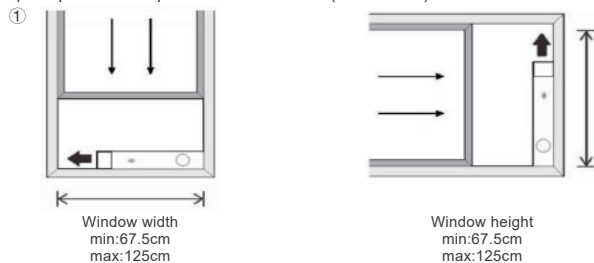

Fig. 6
El sistema de instalación de la ventana generalmente se realiza en orientación "horizontal" o "vertical". Como se muestra en las Fig. 6 y 7, antes de la instalación, verifique el tamaño mínimo y máximo de la ventana.
1. Instale el kit de ventana en la ventana (Fig. 6, Fig. 7).
De installatie van het raam schuifstelsel gebeurt meestal in een "horizontale" of "verticale" positie. Zoals getoond in Fig. 6 en Fig. 7, controleer voor de installatie de minimale en maximale grootte van het raam.
1. Installeer het raamkit op het raam (Fig. 6, Fig. 7);